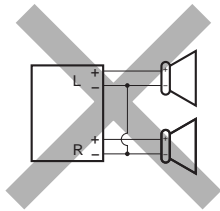
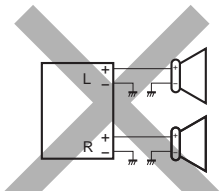

Fig. 1
Fig. 2
- **If the speaker wiring in your car is as illustrated in Fig. 1 and Fig. 2 below**, **DO NOT** connect the unit using that original speaker wiring. If you do, the unit will be seriously damaged. Redo the speaker wiring so that you can connect the unit to the speakers as illustrated in Fig. 3.
- **Si el conexionado de altavoz de su automóvil es como se indica en las Figs. 1 y 2 de abajo**, **NO** conecte la unidad utilizando ese conexionado de altavoz original. Si lo hace, se producirán daños graves en la unidad. Vuelva a efectuar el conexionado de altavoz de manera que pueda conectar la unidad a los altavoces de la manera indicada en la Fig.3.
- **Si le câblage des enceintes de votre voiture est réalisé comme montré sur la Fig. 1 ou Fig. 2 ci-dessous**, **NE CONNECTEZ PAS** l'appareil en utilisant ce câblage original d'enceintes. Si vous le faites, l'appareil sera sérieusement endommagé. Recommencez le câblage des enceintes de façon que vous puissiez connecter l'appareil aux enceintes comme montré sur la Fig. 3.